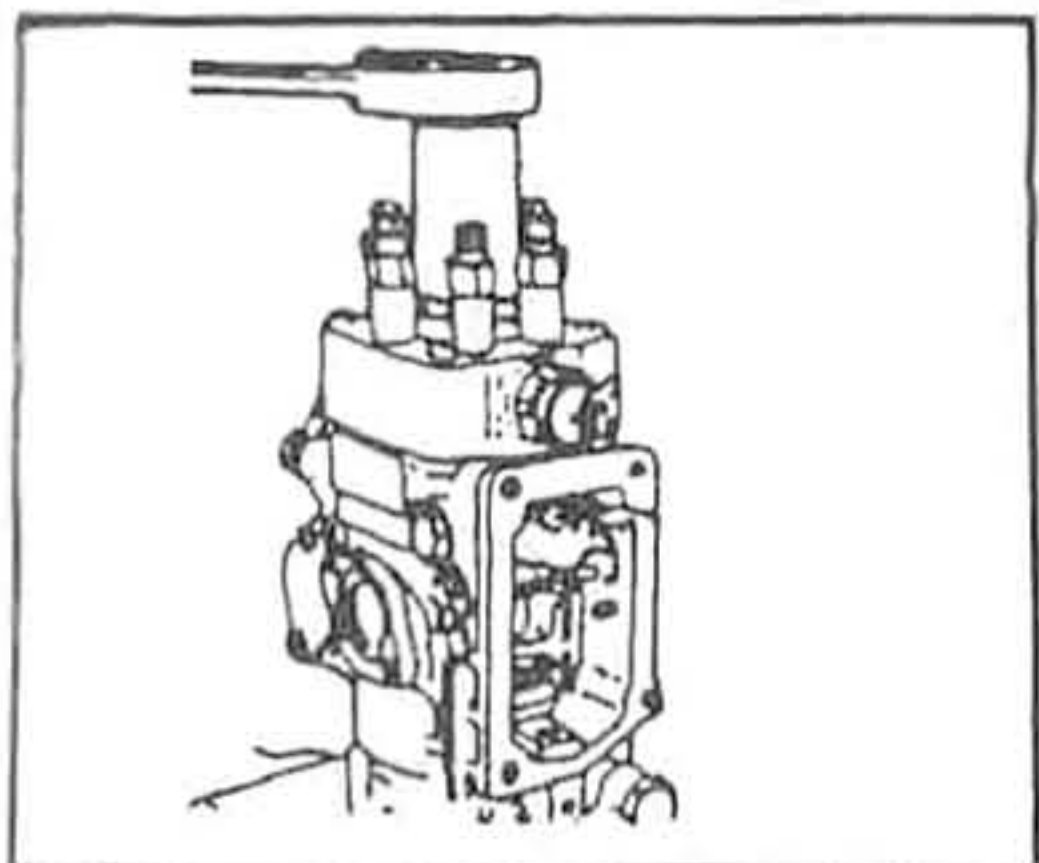
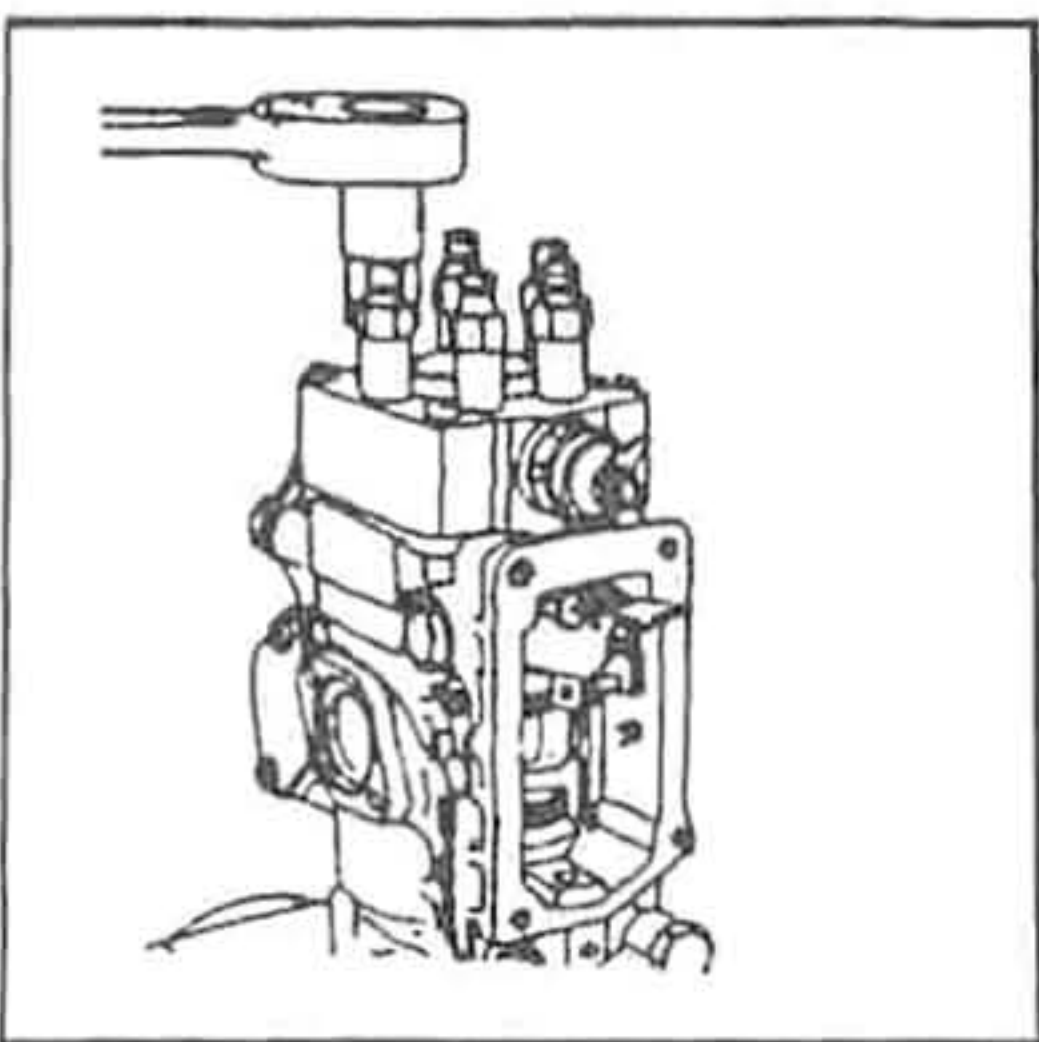
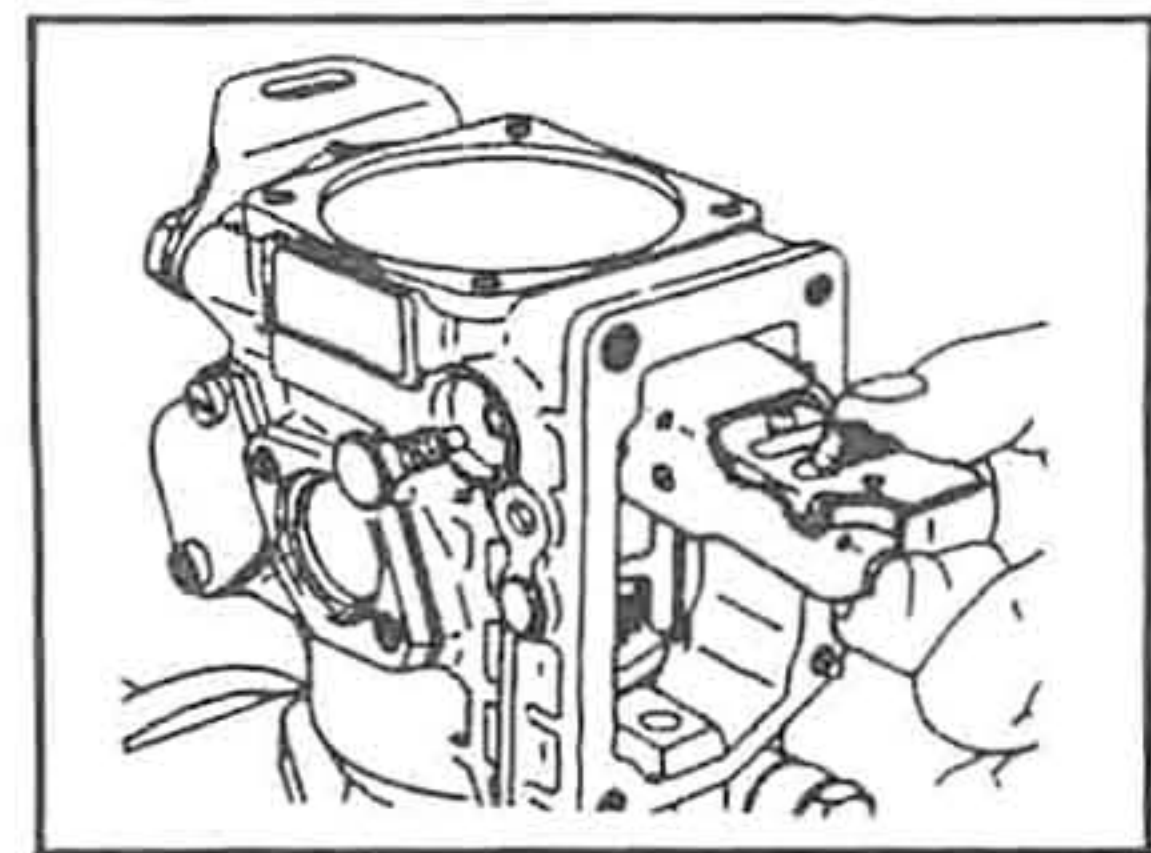

Рис. 262
Рис. 263.
Рис. 267.
Сожмите все остальные элементы регулятора (регулировочную и балансовые шайбы, держатель грузиков, пружину, втулку, подшипник и заглушку). Закрепите корпус насоса таким образом, чтобы распределительная головка была расположена сверху, выверните центральную заглушку на головке (рис. 262), затем снимите нагнетательные саланы (рис. 263).
Снимите рычаг регулятора (рис.267). Извлеките из корпуса насоса шайбу (1), кулачковый диск (2), пружину (3) и ведомую муфту (4) (рис.263).